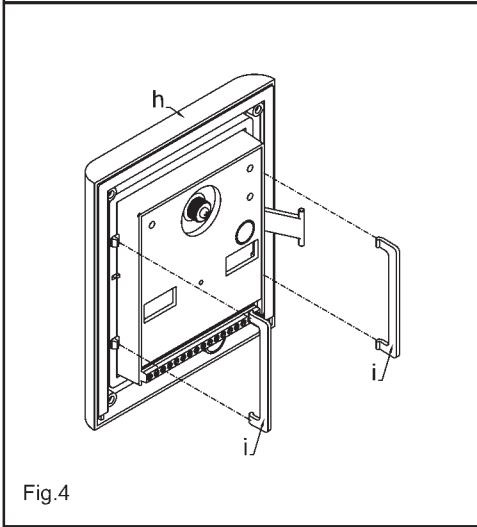
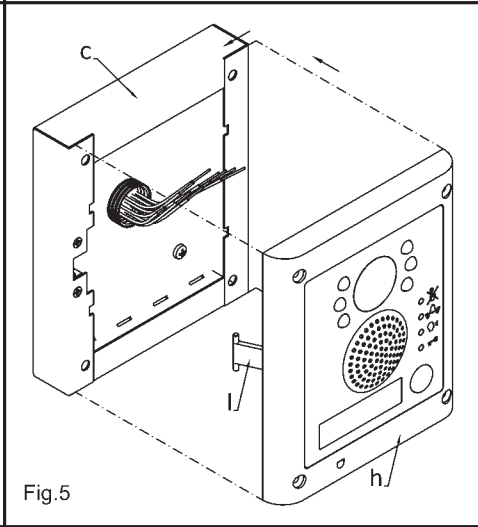
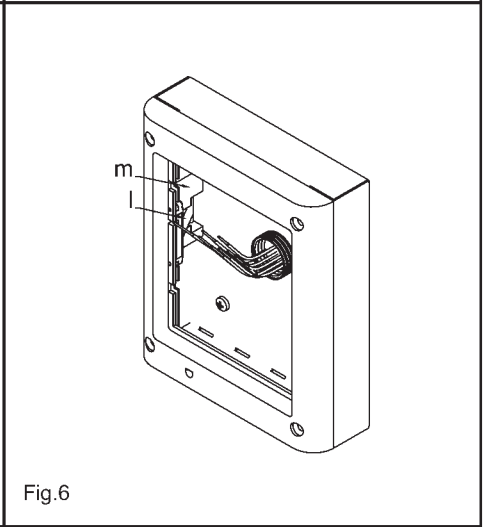

Fig.4
Fig.5
Fig.6
- Appoggiare al muro la piastra di fissaggio **A** come indicato in **fig.6** (135cm da terra); prendere i riferimenti dei quattro fori per l'inserimento dei 4 tasselli ad espansione **B** (**fig.4**) e, nel caso si impieghi, prendere il riferimento per la scatola da incasso **C** (**fig.4**), che dovrà essere murata in posizione centrale rispetto all'apertura **D** al fine di agevolare il passaggio dei fili come mostrato in **fig.4**.
- Murare (se impiegata) la scatola da incasso **C**, eseguire i 4 fori ed inserire i tasselli ad espansione **B**. Passare i cavi nell'apertura **D** e fissare la piastra **A** con le 4 viti **E** (**fig.4**) utilizzando un cacciavite a croce.
- Appoggiare la scheda di connessione **F** sulla piastra **A** come mostrato in **fig.4**; inserire⁽²⁾ i fili (che devono essere più corti possibile) nelle morsettiere **G** ed **H** e serrare con un cacciavite a taglio.
- Fissati i fili, sfilare la scheda di connessione **F** (**fig.4**), ruotarla di 90° in senso antiorario ed infilarla nella propria sede come mostrato in **fig.5**.
- Avvicinare, come da **fig.5**, il videocitofono **L** alla piastra **A** per agevolare la connessione del flat **I**.
- Come mostrato in **fig.5** inserire il connettore del flat **I**, che fuoriesce dalla parte posteriore del videocitofono, nel connettore **M** della scheda di connessione **F**.
- Facendo corrispondere le 4 fessure presenti sulla base del videocitofono **L** con i 4 incastri **N** della piastra **A**, appoggiare il video sulla piastra e spingerlo verso il basso fino allo scatto, compiendo un movimento come mostrato dalle frecce in **fig.5**.
- Place the mounting plate **A** against the wall as shown in **fig.6** (135cm from floor level); and mark the fixing holes for the four wall plugs **B** (**fig.4**) and for the back box **C** if used (**fig.4**) which must be flushed into the wall in line with the opening **D** as shown in **fig.4**.
- Once the back box ⁽¹⁾ **C** is flushed into the wall (if used), drill the four fixing holes and insert the wall plugs **B**. Thread the cables through the opening **D** and fix the mounting plate **A** to the wall with the 4 screws **E** (**fig.4**), using a Philips screwdriver.
- Fit the PCB **F** against the mounting plate **A** as shown in **fig.4**; insert the wires ⁽²⁾ (As short as possible) into terminals **G-H**. Secure them using a terminal screwdriver.
- Unclip the PCB **F** (**fig.4**), rotate it 90° anticlockwise and fit it into its housing as shown in **fig.5**.
- As shown in **fig.5**, move the videophone **L** close to the mounting plate **A** so that the ribbon cable will reach the connector **I**.
- As shown in **fig.5**, connect the female plug on the ribbon cable **I** coming from the videophone to the male plug connector **M** on the PCB **F**.
- Place the videophone **L** against the 4 hooks **N** on the mounting plate **A** and push down: the videophone will automatically lock into place using clasp **O** as shown in **fig.5**.
4. Before the installation of the module support frame, fit the two anti-tampering locks provided as shown in figure 4;
5. As shown in figure 5, hook the module support frame **h** (complete with modules) to surface box **c** moving the frame as suggested from pointers. Ensure that the pivot **l** (fig.5) goes inside the relevant housing **m** as shown in figure 6.